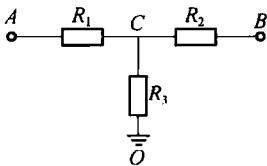

图 1-10 例 1-1 图
- (1) 电压和电位的单位都是伏(V);
- (2) 电压是指电路中两点间的电压, 而电位是指电路中某一点的电位(即电路中某一点到参考点的电压称为电位);
- (3) 电压是绝对的, 即两点间的电压与参考点的选择无关, 而电位是相对的, 即某一点的电位是相对于参考点而言, 与参考点的选择有关;
- (4)  $U_{BA} = -U_{AB}$ , 即 B 点到 A 点的电压方向与 A 点到 B 点的电压方向相反;
- (5)  $U_{BA} = V_B - V_A$ ,  $U_{EC} = V_E - V_C$  等, 即两点间的电压等于这两点的电位之差。
**【例 1-1】** 在图 1-10 所示电路中,  $U_{AC} = 4 \text{ V}$ ,  $U_{CB} = -14 \text{ V}$ ,  $U_{CA} = 6 \text{ V}$ , 求  $V_A$ 、 $V_B$ 、 $V_C$  的电位值。